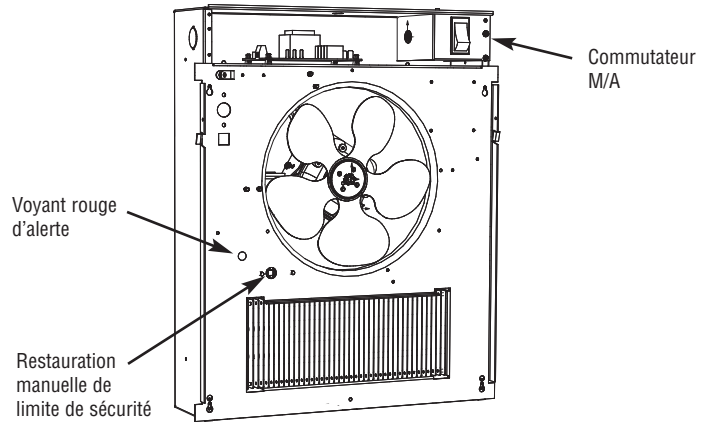

Figure 8- Emplacement du bouton de restauration
Ce radiateur est équipé d'un contrôle de sécurité de dépassement de limite qui se restaure manuellement, qui coupe automatiquement le radiateur s'il chauffe trop, afin d'éviter un départ d'incendie. Un voyant rouge d'alerte s'allume (visible au travers de la grille) pour prévenir que cette sécurité a déclenché. Voyez en Figure 8 l'emplacement de ces dispositifs.
### RESTAURATION DU DÉCLENCHEMENT DE SÉCURITÉ (VOYEZ LA FIGURE 8)
**REMARQUE :** Quand la grille est enlevée, le commutateur M/A situé dans l'angle droit supérieur du radiateur peut être utilisé pour couper l'alimentation du radiateur durant les interventions de nettoyage et de service (voyez la Figure 8).
6. Rétablissez l'alimentation électrique (ON) au panneau d'interrupteur pour remettre le radiateur en marche. Le radiateur est maintenant prêt pour une nouvelle saison de fonctionnement.